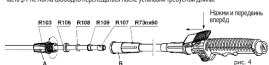

рис.4
- Телеоптическую штангу установить на соответствующий диаметр и вернуть блокировку штанги в рабочее положение, чтобы штанга не раздвинулась под давлением (рис. 4).
Телеоптическая штанга R01x рис.4